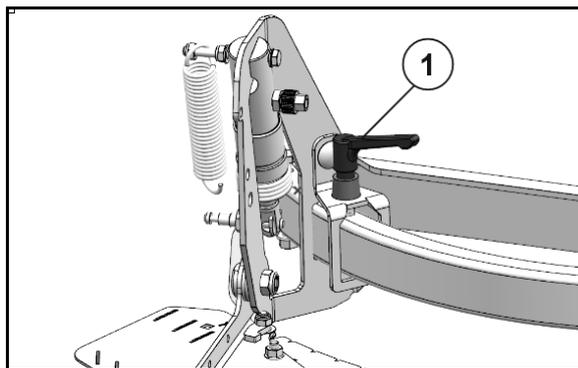

Fig. 57
1. Para ello, soltar la palanca de apriete (Fig. 57/1).